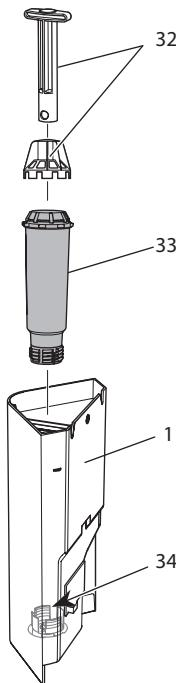

Fig. 18: Enroscar/desenroscar el filtro de agua
7. Coloque un filtro nuevo dentro del depósito de agua (véase *Fig. 18*).
2. Retire el filtro de agua (véase *Fig. 18*).